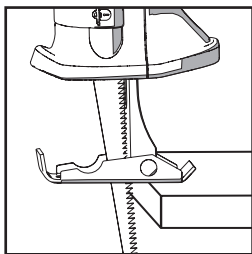

Fig. 6
- S'assurer que la plaque de contact de la pièce est bien en contact avec la pièce mais que la lame ne l'est pas. **(Fig. 6).**